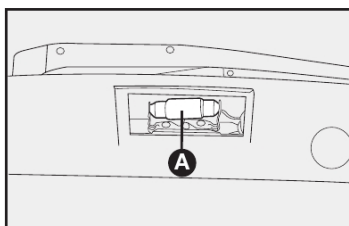

fig. 49
2) Retirar a lâmpada **A-fig. 49** de sua sede e substituí-la.